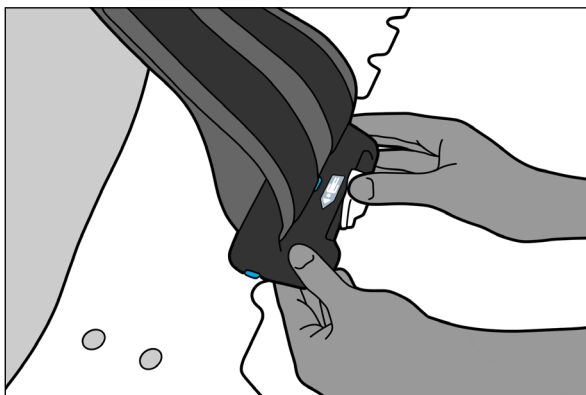

Fig. 8
5. Vrid spaken medurs för att låsa fast klämman på enheten (Fig. 8).